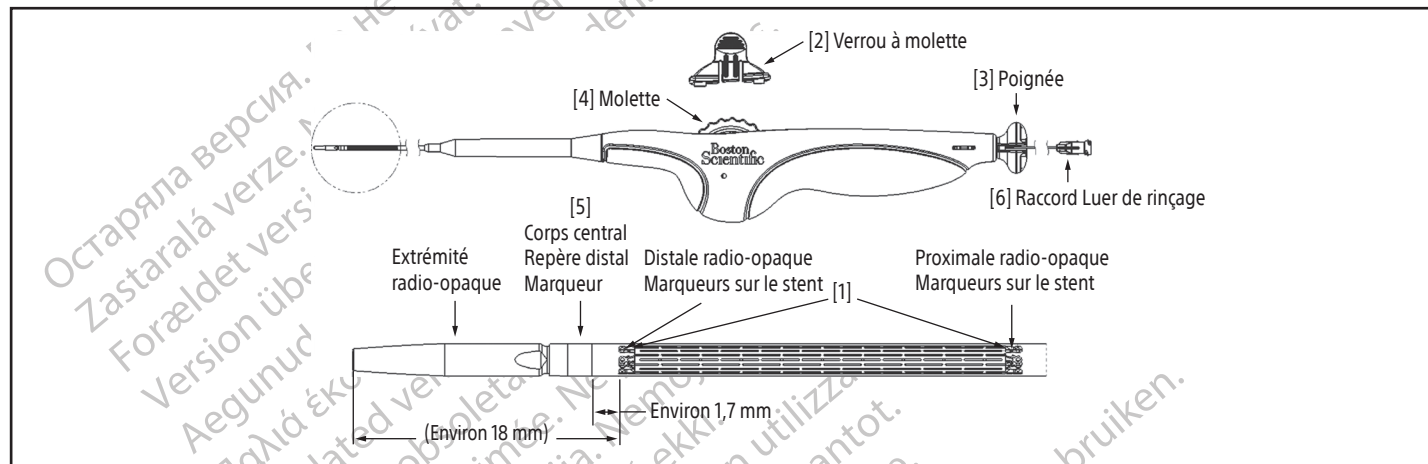

Figure 1. Système de mise en place du stent
- Retirer le raccord luer de rinçage [6] (en tirant sur la seringue ou sur le raccord luer de rinçage [6] (voir Figure 1).
Procédure de déploiement du stent (voir Figure 1)